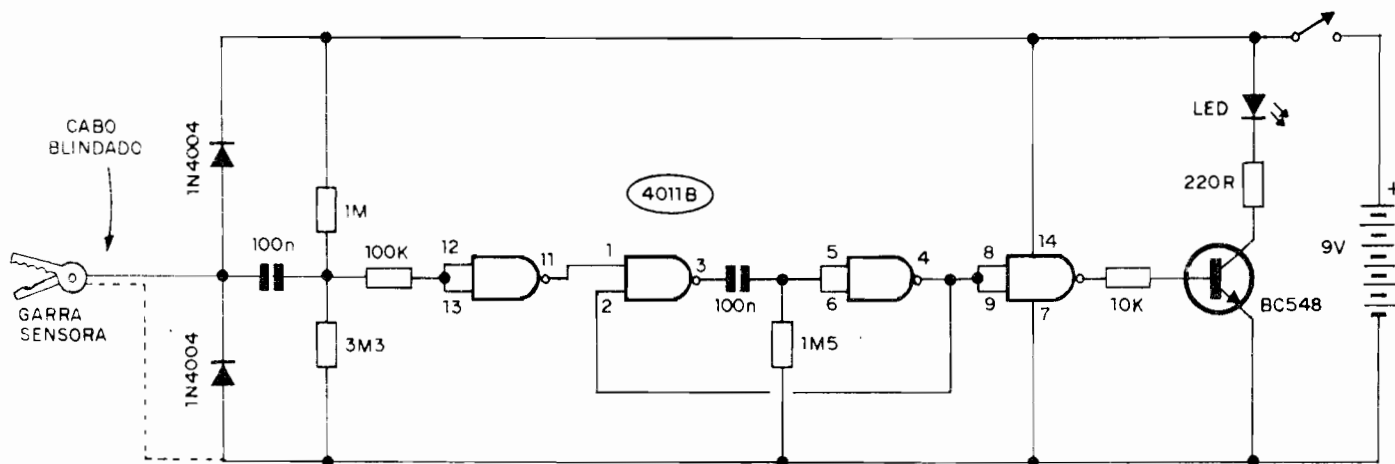

Fig.1
- FIG. 1 - DIAGRAMA DO CIRCUITO - A questão básica no desenvolvimento do circuito foi... SEGURANÇA, tanto do usuário, quanto do próprio dispositivo e de seus componentes (em vista da elevada Tensão presente no setor elétrico de ignição do veículo, parâmetro **perigoso**, sob muitos aspectos...). Dessa forma, o primeiro requisito foi que não devia haver contato elétrico "físico" direto, entre o circui-